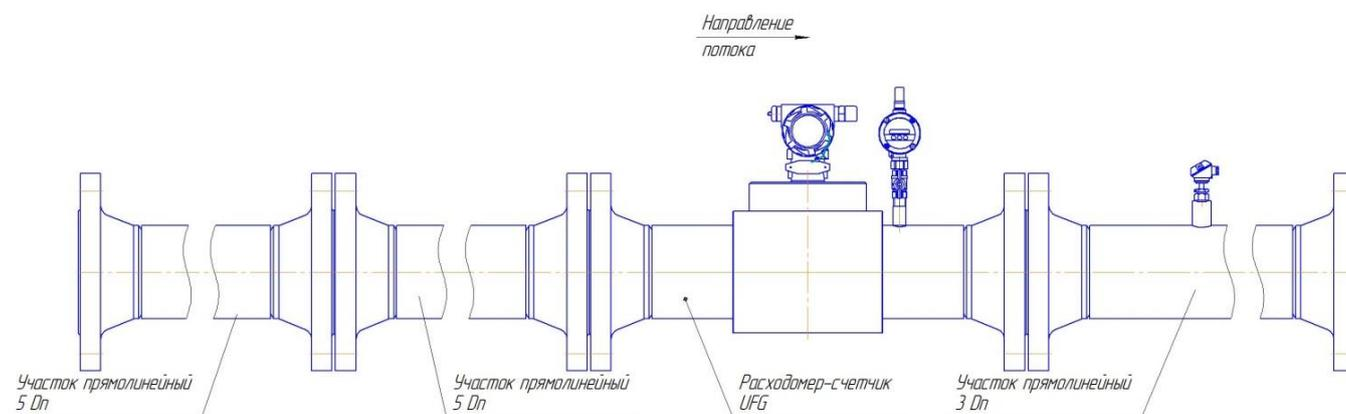

Рисунок 2.15 – Пример составного прямолинейного участка длиной 10D
2.5.7 Прямолинейные участки ИТ могут быть изготовлены из одной или нескольких секций, в соответствии с пп. 2.5.2, 2.5.3, 2.5.4. Пример составного прямолинейного участка длиной 10D (Рисунок 2.15).
Для устранения и сокращения несоосности ПУИТ может применяться компенсационная вставка (Рисунок 2.15а). Отклонение внутреннего диаметра вставки от среднего внутреннего диаметра ИТ не более 0,5 %.
Рисунок 2.15а – Пример составного прямолинейного участка с компенсационной вставкой